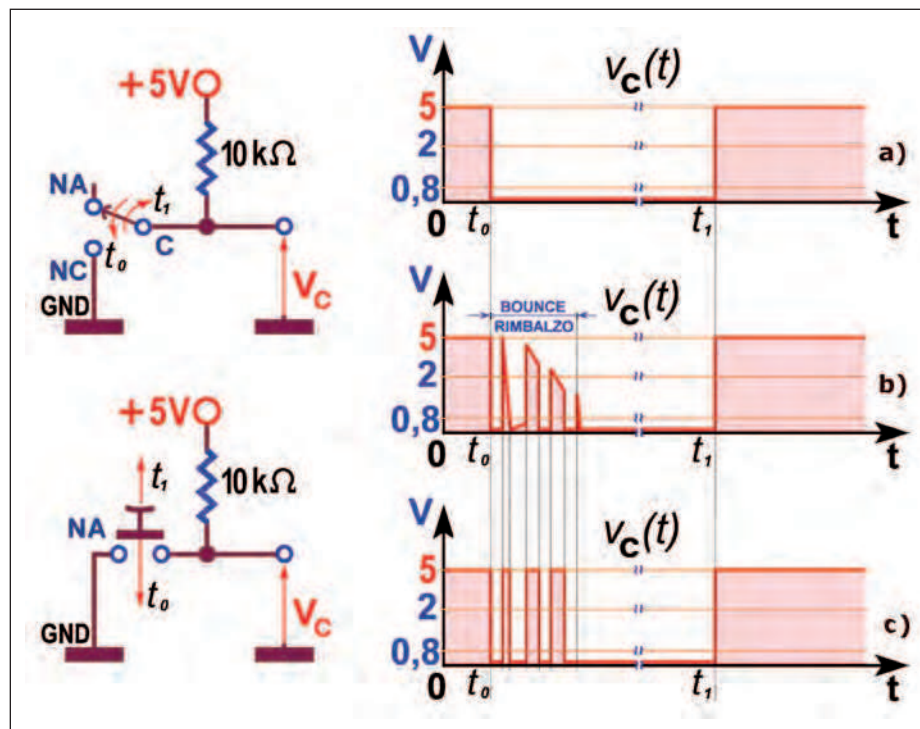

Figura 6: effetto del rimbalzo sul contatto interno di un deviatore.
In figura 6 si vede un deviatore con il terminale comune (Centrale, C) vincolato al positivo dell'alimentazione attraverso un resistore di pull-up; la condizione di uscita a 1 è ribadita anche dal fatto la levetta del deviatore sta sul terminale normalmente aperto (NA), al quale non è collegato nulla; se (nell'istante t_0) si sposta la levetta nella posizione opposta (sul terminale normalmente chiuso, NC) la transizione sull'uscita non potrà essere quella ipotetica che suggerisce il passaggio istantaneo dell'uscita da 1 a 0 (figura 6a); a causa del rimbalzo sul contatto d'arrivo (contact bounce) per decine di millisecondi essa subirà, invece, la presenza di alcuni impulsi attivi alti (figura 6b), prima di assestarsi definitivamente a 0. Se potessimo vedere il fenomeno al rallentare si noterebbe la barretta interna toccare decisamente il pin d'arrivo, per poi lasciarlo e ritoccarlo più volte: quando essa tocca il pin "viene collegata a massa", mentre quando lo lascia "viene riportata a 1" in virtù della presenza del resistore di pull-up.